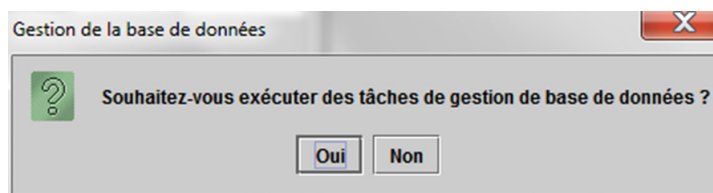
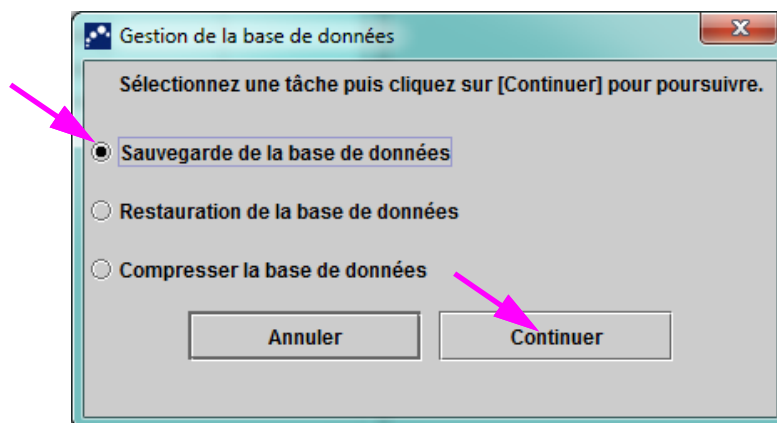

Figure 2-99. Boîte de dialogue Gestion de la base de données
Figure 2-100. Boîte de dialogue Gestion de la base de données
- Si la case **Rappels de gestion de la base de données** de la boîte de dialogue Configuration du système (cf. Figure 2-77) n'est pas cochée, la boîte de dialogue Gestion de la base de données (cf. Figure 2-99) ne s'affiche pas, et aucune action supplémentaire n'est requise. Le logiciel se ferme lorsque vous cliquez sur le bouton **Quitter** dans la Section 2.17.1, étape 3, et vous pouvez passer à la Section 2.17.1.3 pour terminer la séquence d'arrêt.
- Si la case **Rappels de gestion de la base de données** de l'écran de dialogue Configuration du système est cochée (cf. Figure 2-77), la boîte de dialogue Gestion de la base de données (cf. Figure 2-99) s'affiche dans le haut de la fenêtre GeneXpert Dx System, et vous demande si vous souhaitez exécuter les tâches de gestion de la base de données.
- A. Si vous cliquez sur **Non** dans la boîte de dialogue Gestion de la base de données (cf. Figure 2-99), le logiciel GeneXpert Dx se ferme et vous pouvez passer à la Section 2.17.1.3 pour terminer la séquence d'arrêt.
- B. Cliquez sur **Oui** dans la boîte de dialogue Gestion de la base de données (cf. Figure 2-99), et on vous demandera de sélectionner la tâche à exécuter (cf. Figure 2-100).
Selon les privilèges de l'utilisateur, il est possible que les quatre options (ou quelques-unes) ne soient pas visibles dans la boîte de dialogue Gestion de la base de données. Voir Figure 2-100.